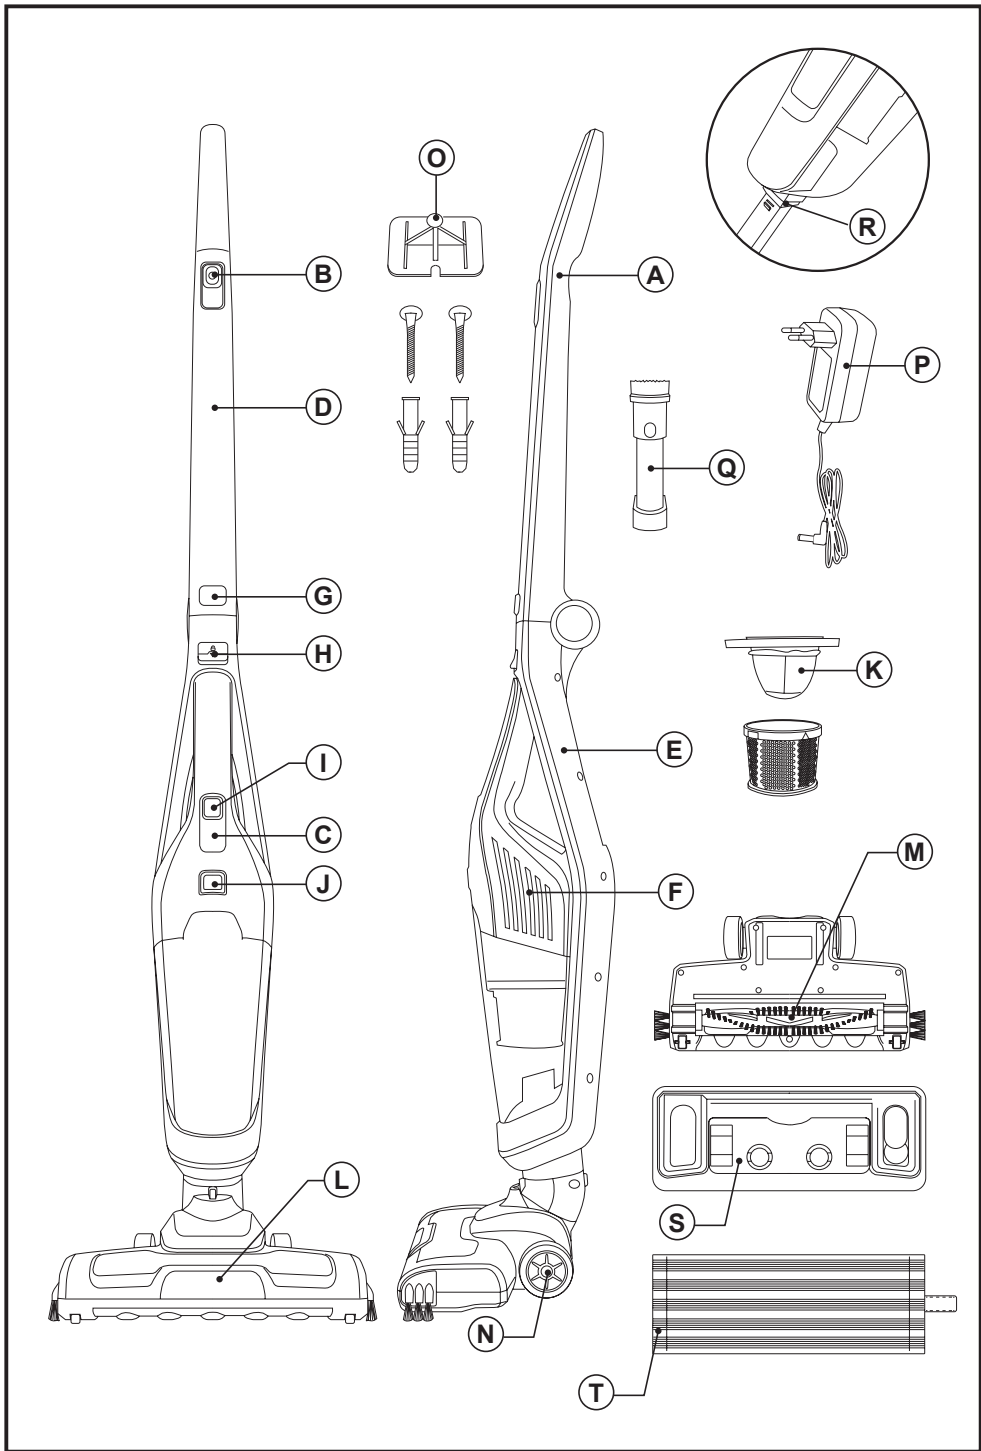

Fig.1
- Enchufar el cargador (P) a la red eléctrica y al conector situado en la parte trasera del aspirador de mano (Fig 1)